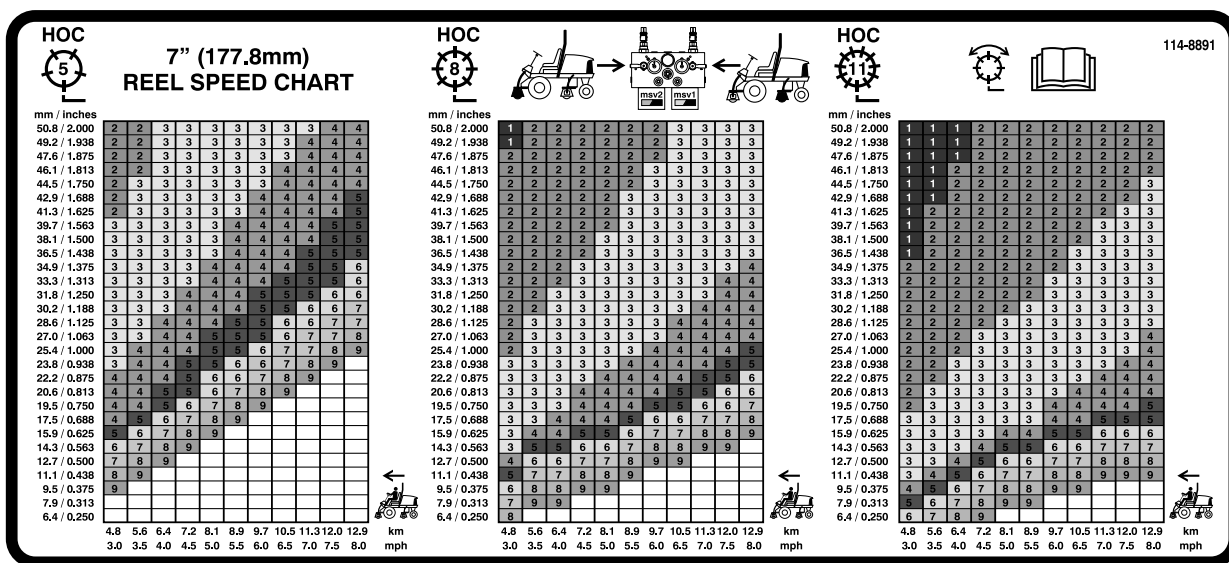
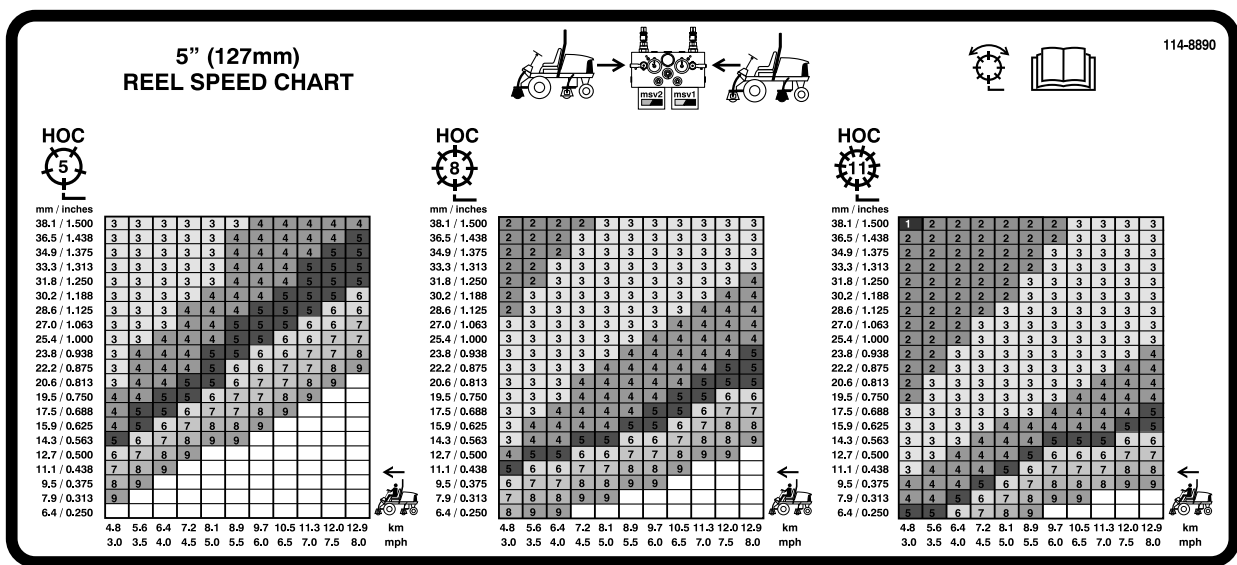

Рисунок 41
Рисунок 42
3. Используя подходящий график на табличке 110–0996 (Рисунок 41) для моделей Reelmaster 5510 и 5610 с 7-дюймовыми режущими блоками или на табличке 110–8923 (Рисунок 42) для моделей Reelmaster 5210 и 5410 с 5-дюймовыми режущими блоками, для определения правильной настройки скорости вращения барабана.